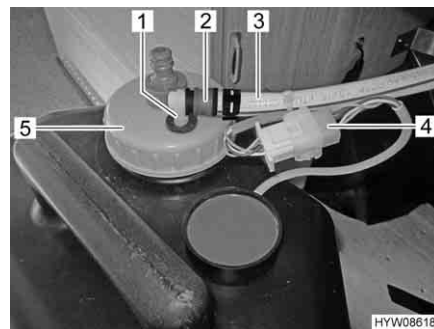

Fig. 65 Collegamenti serbatoio delle acque grigie
- Ritirare il giunto rapido (Fig. 65,2) sul dispositivo di troppo-pieno del serbatoio delle acque grigie (Fig. 65,1) e rimuovere il tubo flessibile del troppo-pieno (Fig. 65,3).
- Staccare il collegamento del cavo (Fig. 65,4).
- Svitare il coperchio con i collegamenti (Fig. 65,5).